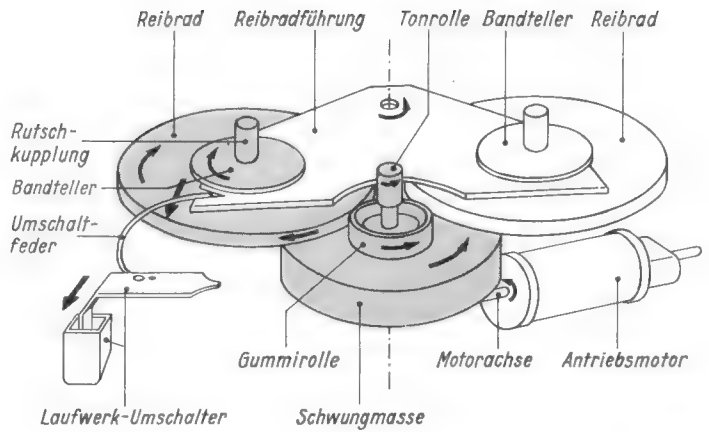

Bild 7b. Antrieb des Bandtransportes bei Spur II
4. *Antrieb des Bandtransportes bei Spur II (Bild 7b).* Durch elektrische Umschaltung ändert sich die Drehrichtung des Antriebsmotors. Tonrolle und Schwungrad laufen nun in umgekehrter Richtung. Die Reibradführung wird von der Umschaltfeder nach rechts gedrückt. Das rechte Reibrad ist vom oberen Gumming der Schwungmasse abgehoben, das linke Reibrad wird jetzt durch Friktion von der Schwungmasse angetrieben und überträgt seine Drehbewegung über eine Rutschkupplung auf den Bandspulenteller.